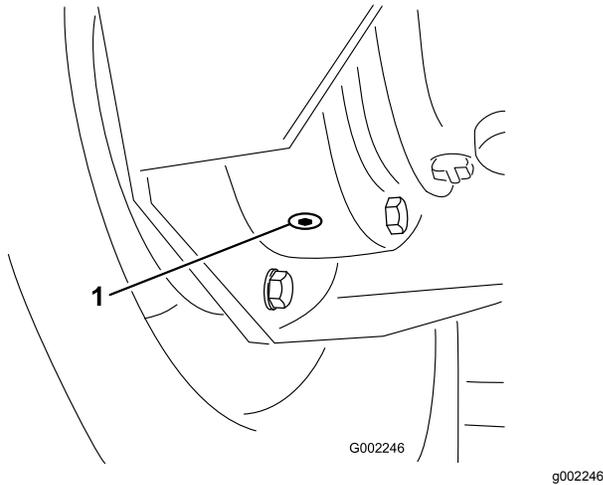

Figure 77
- Placez un bac de vidange sous le bouchon de vidange intérieur et retirez le bouchon (Figure 77).